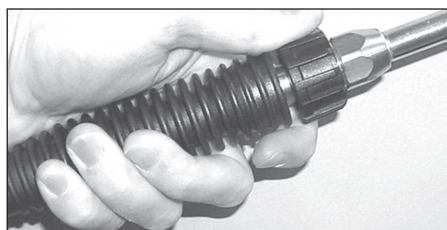

Figura 3 – Conecte la lanza a la pistola
5. Conecte la lanza a la pistola (Vea la Figura 3).